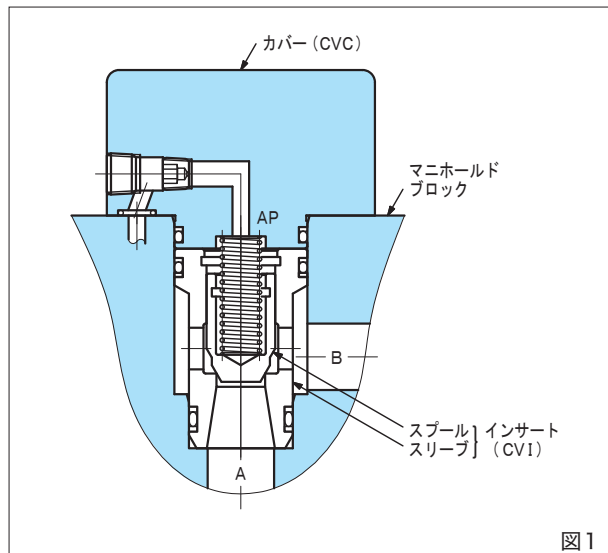

図1
- カートリッジ弁は、図1のように油圧回路に使用される弁機能をインサート（主弁部）と種々の制御カバーの組み合わせで構成し、油圧制御弁システムとしてマニホールドブロック内に組み込むことができます。